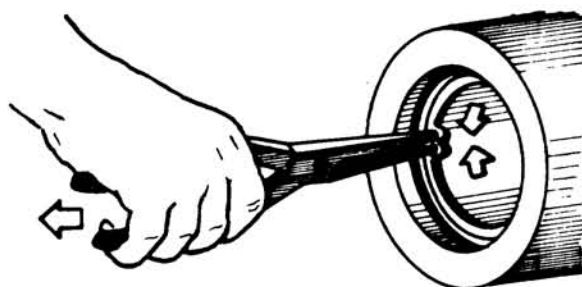

Fig. 1
- b Cierre el seguro y sáquelo (fig. 1).